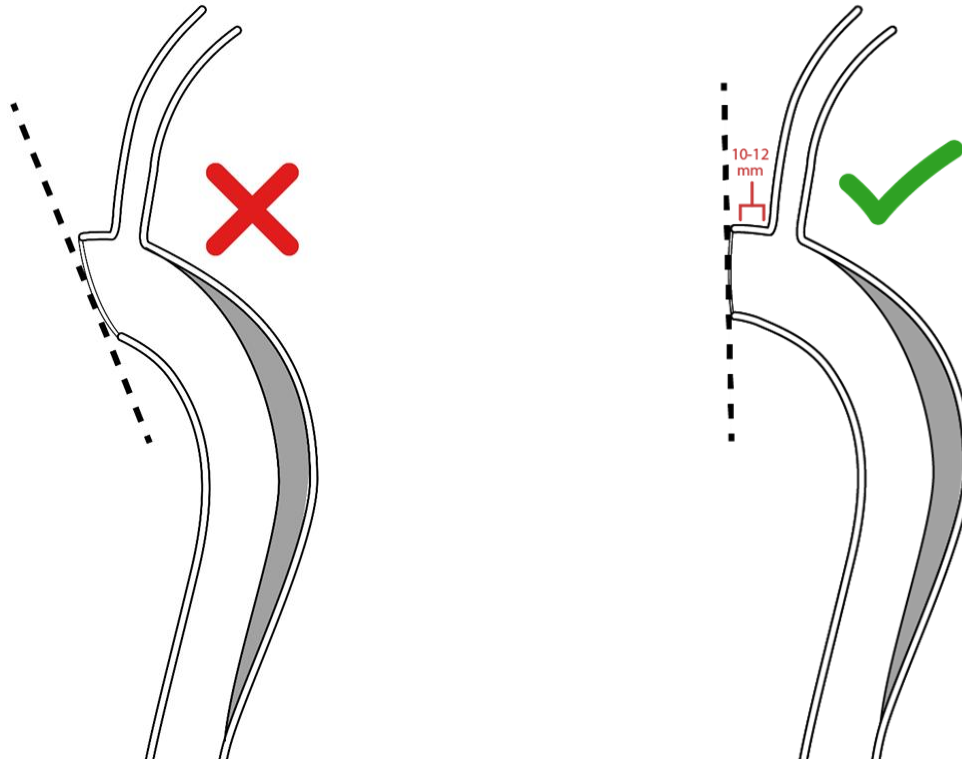

Figura 6. Zona 2 Transezione aortica ascendente distale per l'impianto di Arcevo™ LSA
- 11.1.2 Esporre il sito di accesso utilizzando una tecnica chirurgica standard ed eseguire una transezione perpendicolare dell'aorta nella zona 2 esponendo l'arco aortico, lasciando almeno 10-12 mm di aorta prossimale alla LSA (**Figura 6**).